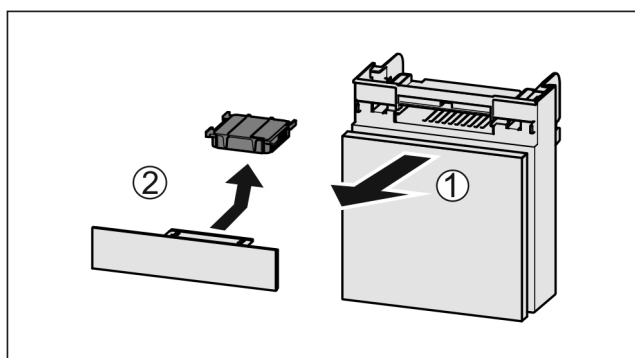

Fig. 86
- Издърпайте Fig. 86 (1) напред отделението.
- Извадете Fig. 86 (2) филтъра с активен въглен.